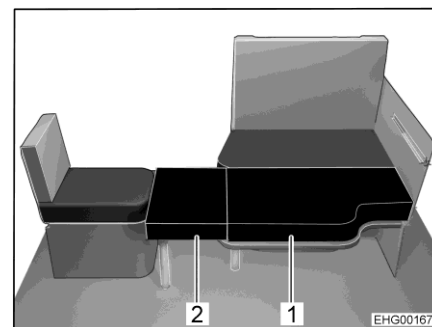
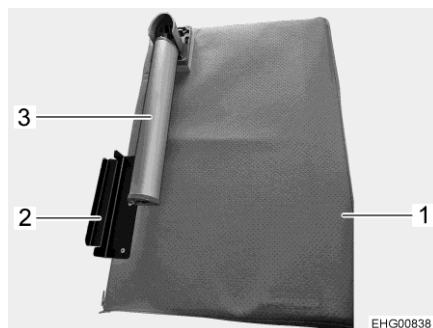

Bild 129 Efter ombyggnaden
Bild 130 Extrabräda
- Fäll ut fotstöd (Bild 130,3) på extrabräda (Bild 130,1).
- Haka fast extrabrädans hållvinkel (Bild 130,2) i enkelsätet och placera extradynan (Bild 129,2) på bordsskivan.
- Placera den andra extra dynan (Bild 129,1) på bordsskivan.